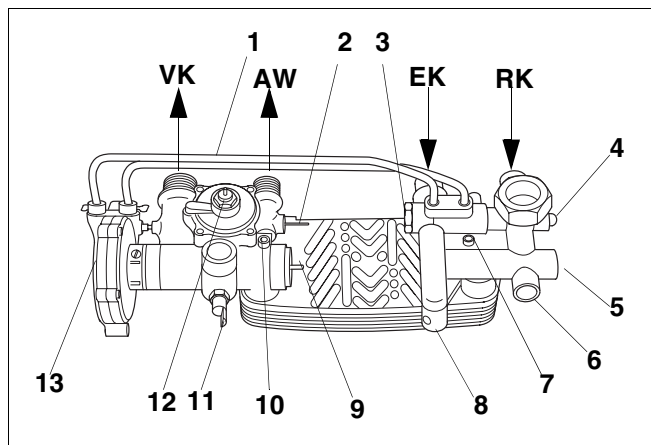

Fig. 25 Unitatea hidraulică a aparatului combi
- Se desfac șuruburile de fixare ale schimbătorului de căldură pentru apă caldă menajeră (fig. 25, poz. 7 și 10) și se scoate schimbătorul de căldură pentru apă caldă menajeră pe dedesubt.
- Se deșurubează sita pentru apă rece (fig. 25, poz. 3) cu o cheie fixă (SW 24).
Legendă la fig. 25: